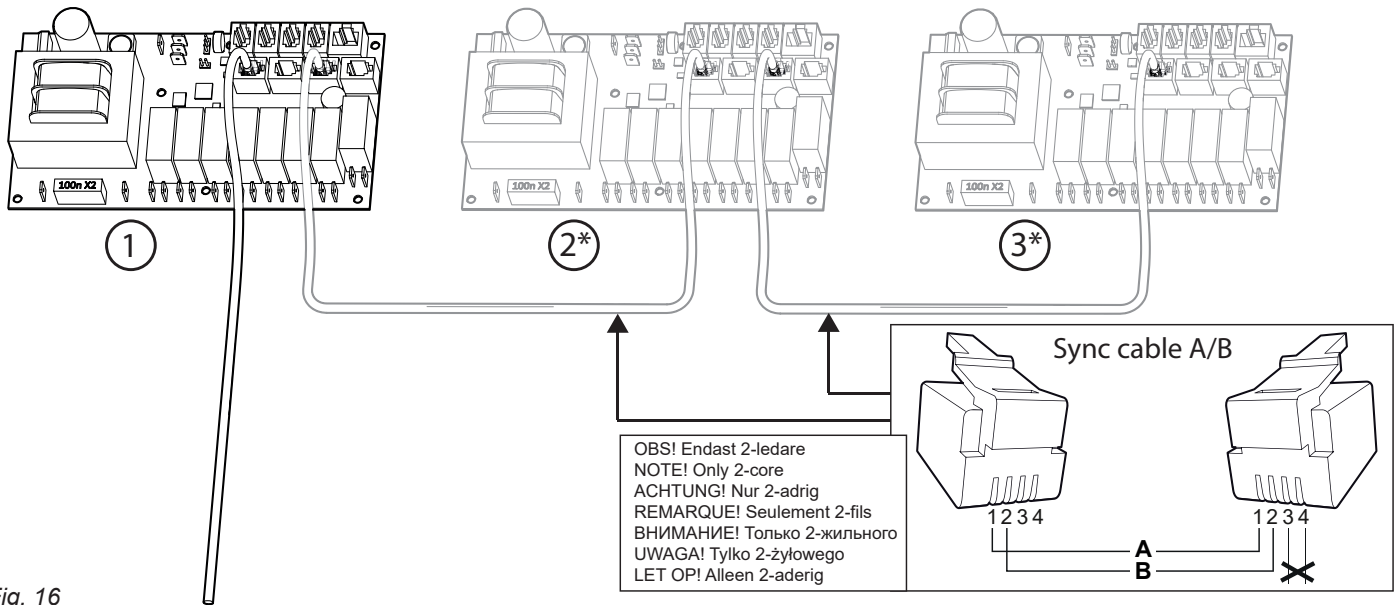
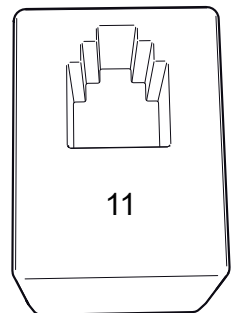

Fig. 16
Fig. 17
För anslutning av manöverpanel, tempsensor etc. med snabbkontakt följs enkelt översikten av kretskortet (Fig. 17)
För anslutning mellan generatorerna används en lågströmskabel (2-ledare, RJ10 2P4C A/B) med en RJ10 kontakt, (Fig. 16.) Se avsnitt "Beskrivning av modularkontakt" (Fig. 17) för mer information om pin-konfiguration.
Om en ånggenerator behöver service kan de andra upprätthålla drift. En generator som är inställd som secondary kopplas bort genom att ta ur sladden mellan kretskorten. (Fig. 16)
2. Lossa kabeln som leder mellan styrkorten (Fig. 16)